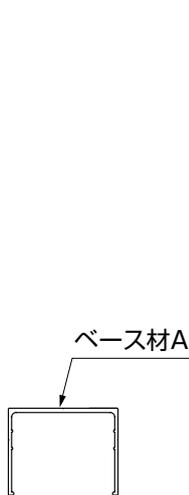
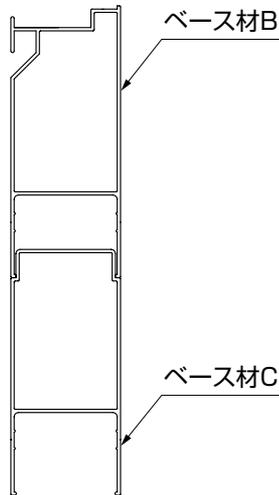

図2-3
図2-4
- ベース材には種類があります。（図2-3、図2-4、図2-5参照）